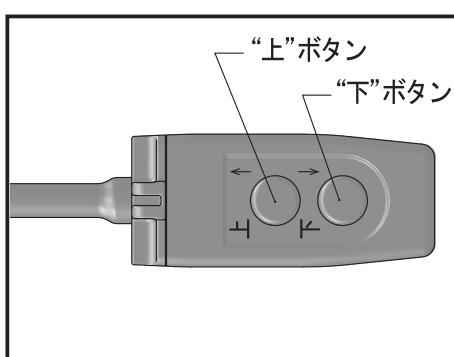

図 4
5. リモコンスイッチの“下”ボタン(下降用)を押して、ソレノイドが作動するか確認します。(図 4)
6. “上”ボタン(上昇用)を押すとモータが回転し、シリンダに圧油が送られます。(図 4)
(図4)